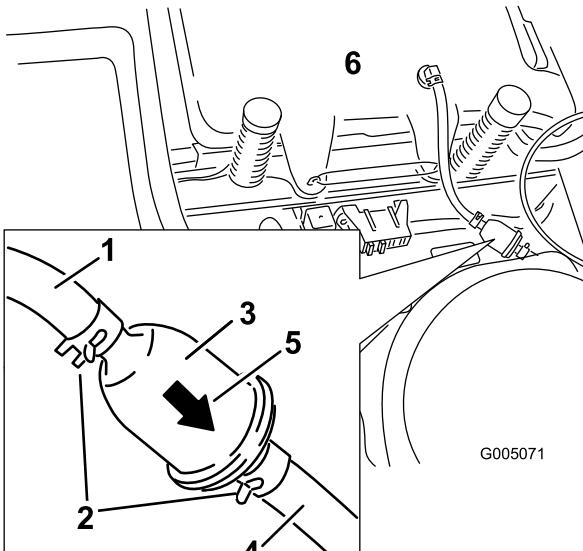

Figure 31
- 4. Pincez les extrémités des colliers et faites glisser ceux-ci pour les éloigner du filtre (Figure 31).
- 6. Montez un filtre neuf en veillant à pointer la flèche indiquant le sens d'écoulement vers le moteur. Rapprochez les colliers de flexibles du filtre (Figure 31) pour le fixer en place.